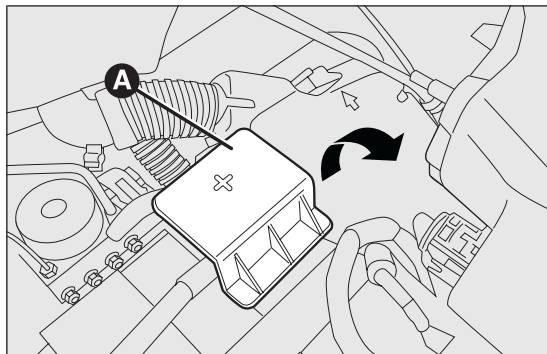

fig. 167
- ☐ rimuovere il coperchio A fig. 167 di protezione del polo positivo della batteria sollevandolo verso l'alto;